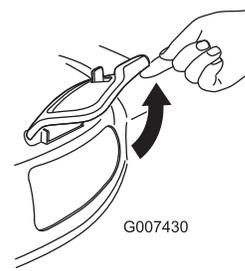

Figure 35
2. Soulevez et ouvrez le volet d'éjection latérale (Figure 35).